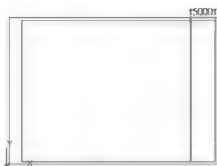

图 5-41
**步骤7:** 执行 offset(偏移)命令将右侧偏移得到的垂直直线段向左偏移“5000”, 如图5-41所示。